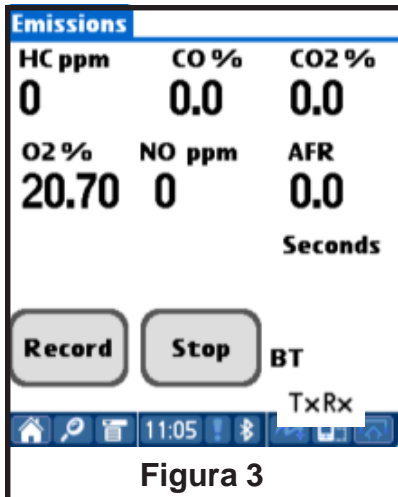
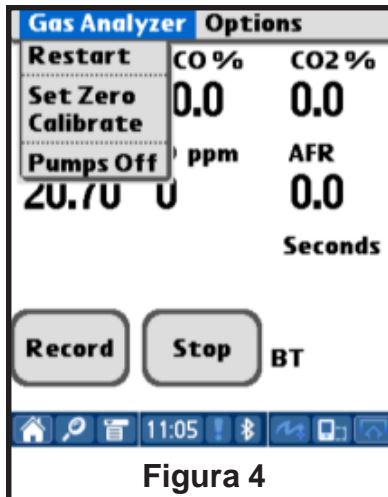
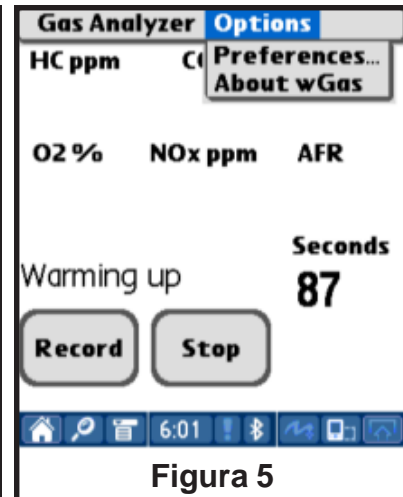

Figura 3
Figura 4
Figura 5
4. La figura 3 muestra al analizador de gas en la función muestreo. Se presiona el símbolo “**Emissions**” que se encuentra en la parte superior izquierda y se abren dos opciones del menú: **Analizador de gas “Gas Analyzer”** (Ver la figura 4) y **Opciones “Options”** (Ver la figura 5).
5. El menú desplegable controla el analizador de gas (Ver la figura 4):
6. El menú desplegable en la figura 5 tiene las siguientes opciones: